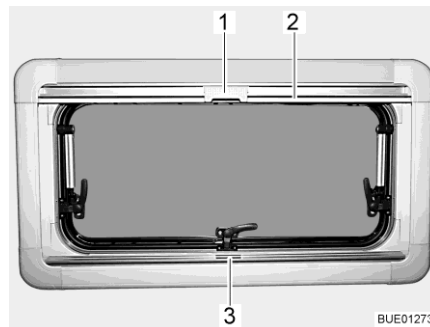

Fig. 106 Fenêtre projetante
- Saisir le dispositif occultant plissé par le centre de la barre-poignée (Fig. 106,3), le tirer du bas vers le haut et le relâcher à la hauteur voulue. Le dispositif occultant plissé reste alors à cette hauteur.
- Tirer la moustiquaire par la barre-poignée (Fig. 106,2) vers le bas jusqu'à ce qu'elle entre en contact avec celle du dispositif occultant plissé (Fig. 106,3).
- Verrouiller le cran (Fig. 106,1) de la moustiquaire avec la barre-poignée du dispositif occultant plissé.
- Presser le cran (Fig. 106,1) en haut de la moustiquaire vers l'arrière.
- Ramener lentement la moustiquaire en arrière au moyen de la barre-poignée (Fig. 106,2).